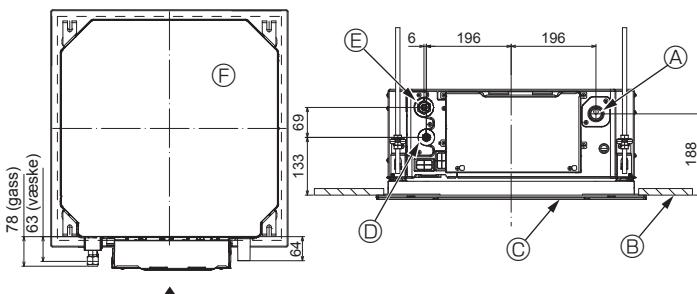

Fig. 3-1
3.1. Plassering av kjølemedierør og avløpsrør for innendørsenheten (Fig. 3-1)